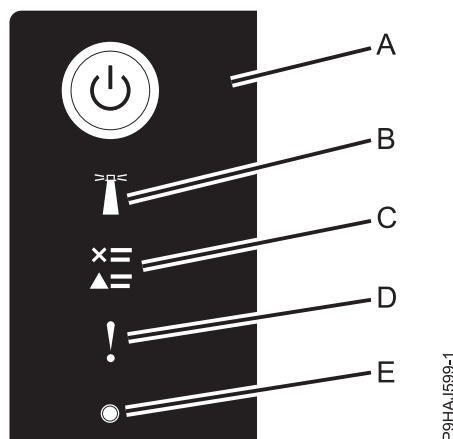

Figura 2. Ledurile panoului de control
- Ledul de alimentare (A), așa cum este indicat în figura următoare, luminează intermitent.
3. Apăsați butonul de alimentare (A) de pe panoul de control, așa cum este indicat în Figura 2.